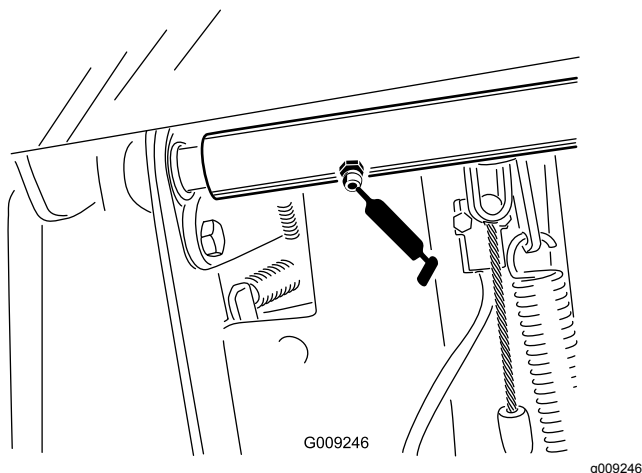

Figura 75
- 2 cuscinetti orientabili dell'albero del freno (Figura 75)